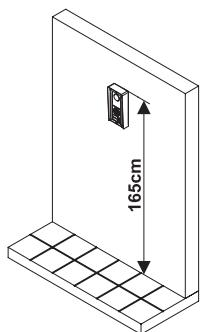
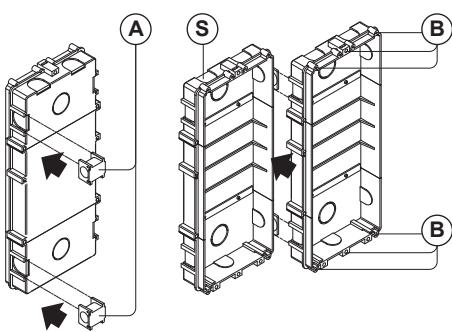

Fig. 1
Fig. 2
1. Murer le boîtier encastrable (S) (**Fig. 2**) en laissant 165 cm de la partie supérieure au plan de route (**Fig. 1**) ;
2. Si l'utilisation de plusieurs boîtiers encastrables est requise, les raccorder en utilisant les entretoises spécifiques (A) (**Fig. 2**) fournies ;
3. Faire soigneusement les finitions et nettoyer si nécessaire les trous de fixation des supports pour les modules et les trous de référence (B) (**Fig. 2**) ;